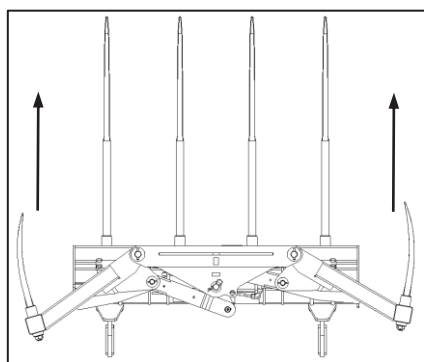

Fig. 8
- ✔ To ensure smooth engagement with a bale stack, the wings should be fully open such that the tips of the curved bale forks point straight forward (Fig. 8).
- ✔ Om gladde koppeling met 'n baalstapel te verseker, moet die vlerke heeltemal oop wees sodat die punte van die geboë baalvurke reguit vorentoe wys (Fig. 8).